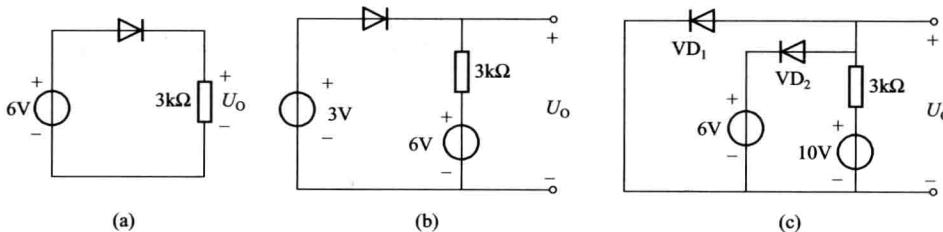

图 1-14 题 1.4 图
① N型半导体内, 自由电子远多于空穴, 因此它带负电。()
② PN结加上正向电压时, 空间电荷区变窄, 呈低阻态, 正向导通。()
③ 二极管的反向饱和电流越小, 说明其单向导电性越好。()
④ 二极管导通时, 电流从其阳极(正极)流出, 阴极(负极)流入。()
⑤ 稳压二极管用于稳压时必须接正向电压。()
1.4 电路如图 1-14 所示, 设二极管的导通电压 $U_{D(on)}=0.7V$, 写出各电路的输出电压 U_o 值。(24 分)